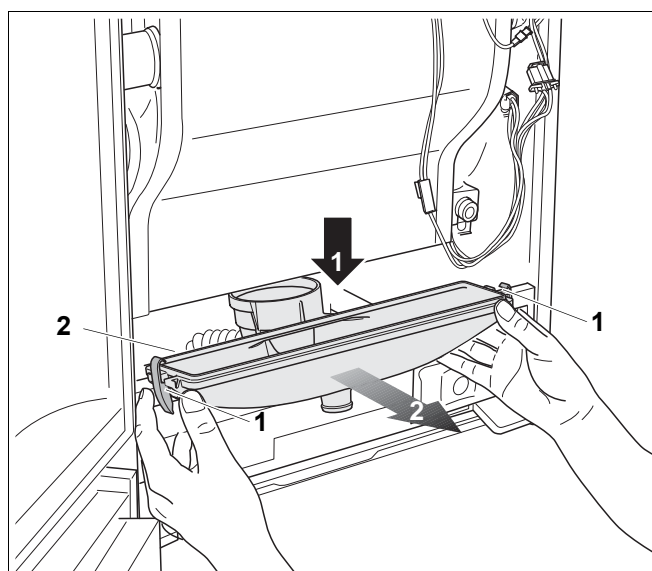

Fig. 120 Scoateți vana de condensat
- Deschideți cele 2 clame din stânga și din dreapta de dedesubtul vanei de condensat (Fig. 120, **Poz. 1**).
- Trageți vana de condensat în jos (Fig. 120, **etapa 1**) și scoateți-o înspre în față (Fig. 120, **etapa 2**).
- Verificați garnitura dintre vana de condensat și schimbătorul de căldură (Fig. 120, **Poz. 2**) din punct de vedere al stricăciunilor și dacă este cazul schimbați-o.